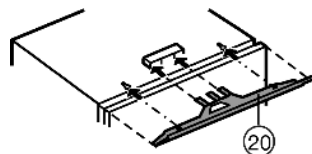

Fig. 12
- ▶ Opvulstrook Fig. 12 (20) in het midden op het apparaat monteren: in de penopname schuiven en vasthaken in de sleufopeningen.